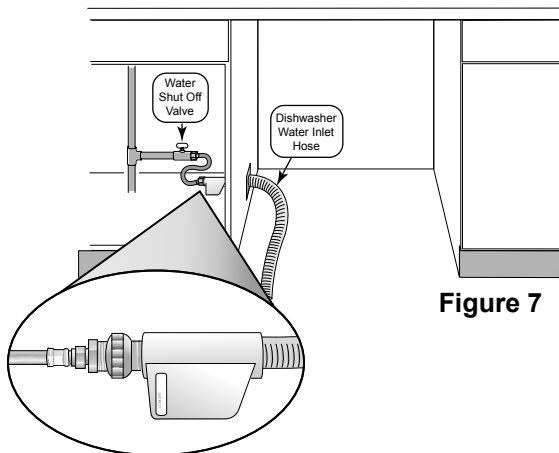

Figure 7
Installer la soupape d'arrêt facilement accessible (non fournie) sur la canalisation en eau chaude, figure 7. Toutes les connexions soudées doivent avoir été faites avant de brancher la canalisation en eau sur le lave-vaisselle.
1. Installer le raccord adaptateur d'alimentation en eau (du sac de pièces) sur le tuyau d'alimentation en eau du lave-vaisselle (figure 7). Cette connexion ne requiert pas de ruban Téflon.
REMARQUE : l'extrémité du tuyau d'eau est lourde et doit être supportée. Il est préférable de la déposer sur le plancher de l'armoire, figure 7.